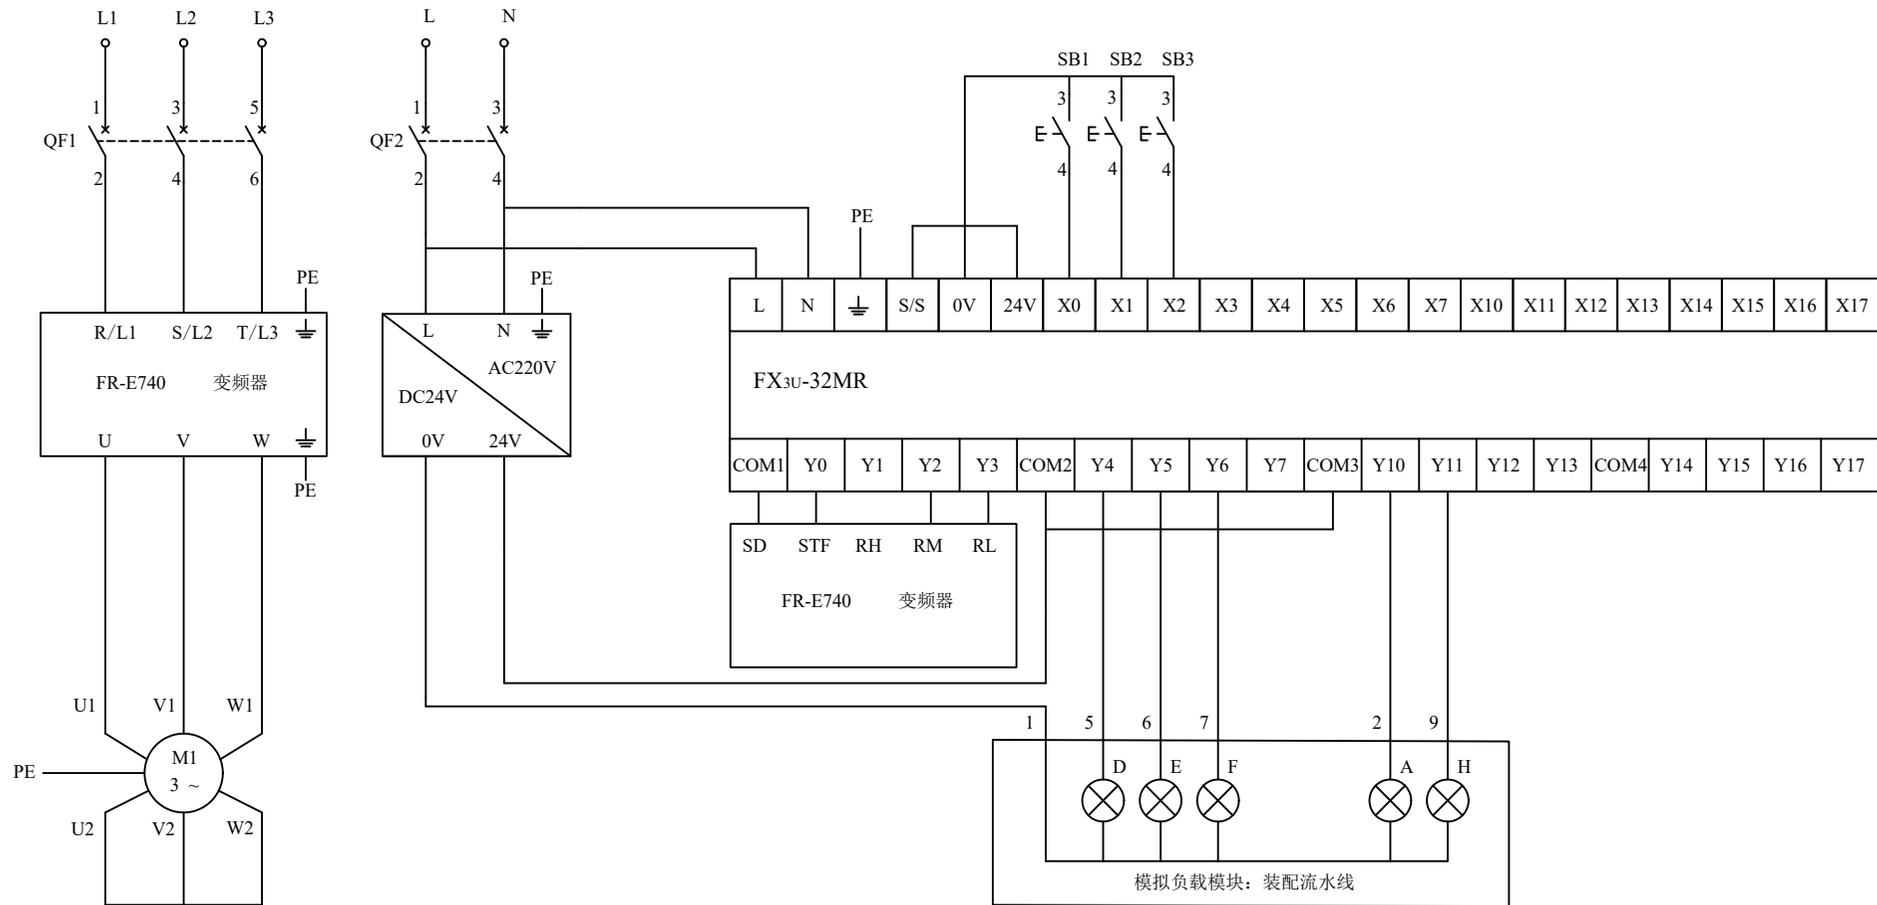

图2 PLC控制系统电路图
1. 根据给出的 PLC 控制系统电路图（图 2）在考试设备上接线（电路图中元器件符号两端的数字标识仅表示考试设备中元器件的端子号）；